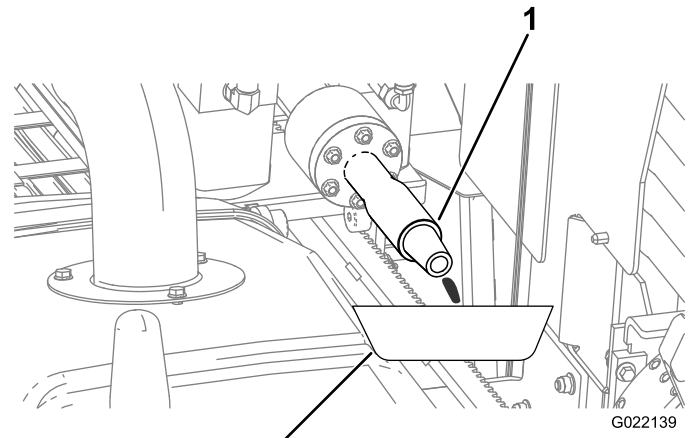

Figure 124
- A. Placez un bac de vidange sous l'arbre de forage pour récupérer les fuites d'antigel (Figure 124).
E. Lorsque l'antigel s'écoule par l'arbre de forage (Figure 124), arrêtez la pompe.